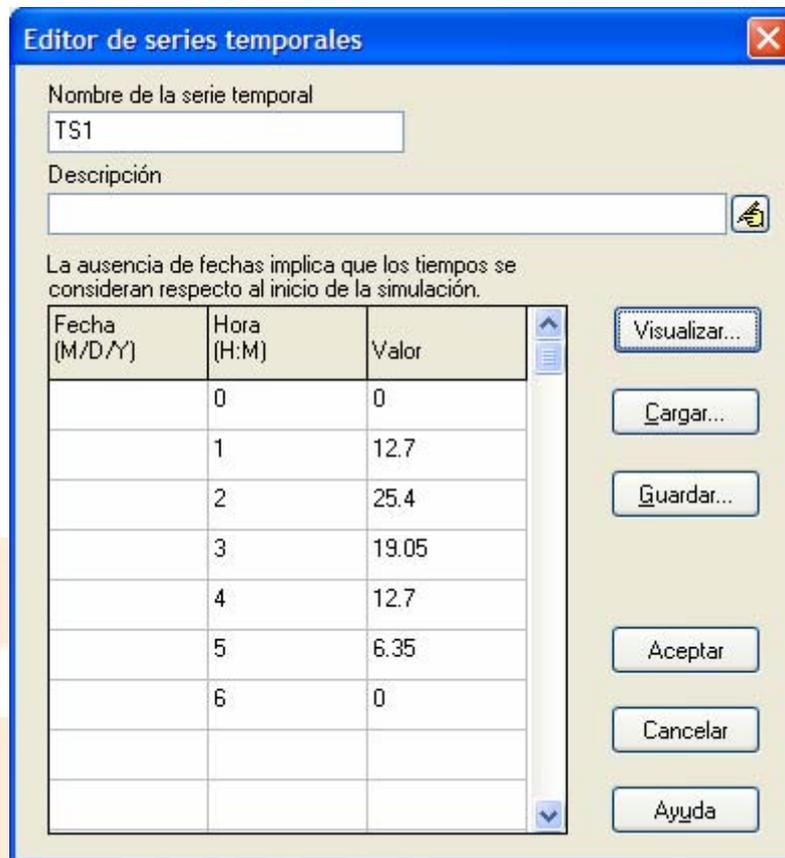

Figura 2.8. Ventana de diálogo del Editor de Series Temporales.
2. Hacer clic con el botón derecho del ratón sobre el botón  del Visor para abrir el Editor de Series Temporales, tal como muestra la Figura 2.8.
- Introducir los valores mostrados en la Figura 2.8. en las columnas de Hora y Valor de la rejilla de datos. Nótese que debe mantenerse en blanco⁸ la columna de Fecha.